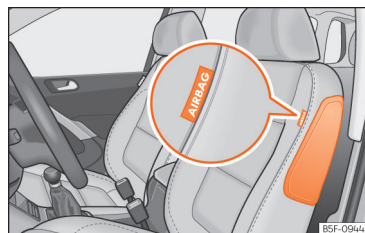
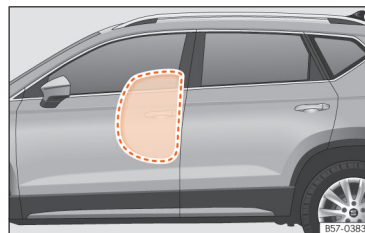

Fig. 28 Airbag lateral no banco do condutor.
Fig. 29 Airbag lateral ativado totalmente no lado esquerdo do veículo.
Os airbags laterais estão localizados nos encostos dos bancos dianteiros »» Fig. 28 , »» Fig. 29.
- Assegure-se de que as crianças viajam sentadas corretamente nas suas cadeiras e não colocam a cabeça na zona de insuflação dos airbags laterais »» Fig. 29, uma vez que, se os airbags disparassem, poderiam bater-lhes e causar-lhes lesões graves.